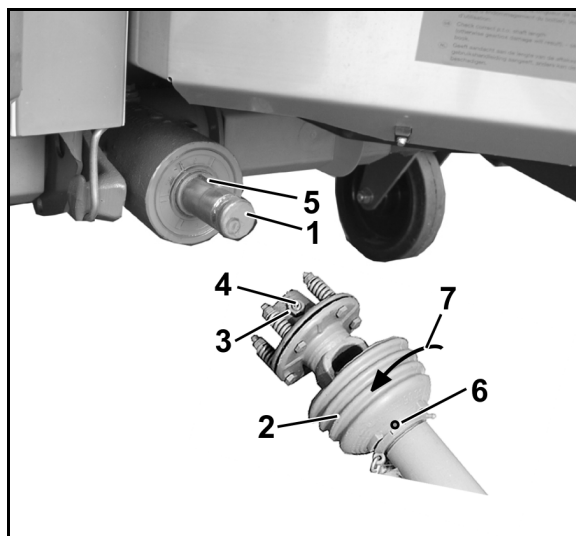

Рис. 25
2. Очистите первичный вал редуктора (Рис. 25/1).
4. Выверните фиксирующий винт (Рис. 25/6).
5. Поверните защитный раструб (Рис. 25/2) в положение для монтажа (Рис. 25/7).
7. Ослабьте контргайку (Рис. 25/3) на соединительной вилке фрикционной муфты (настолько, чтобы установочный винт больше не выступал над контргайкой), выверните установочный винт с внутренним шестигранником (Рис. 25/4) и проверьте, легко ли надевается соединительная вилка на приводной вал.
Обращайте внимание на полное перекрытие призматических шпонок (Рис. 25/5)!
9. Зафиксируйте карданный вал от осевого смещения. Для этого прочно затяните торцовым шестигранным ключом установочный винт и законтрите гайкой (Рис. 25/3).
2. Ослабьте контргайку (Рис. 25/3) на соединительной вилке фрикционной муфты. Вывинтите установочный винт (Рис. 25/4).